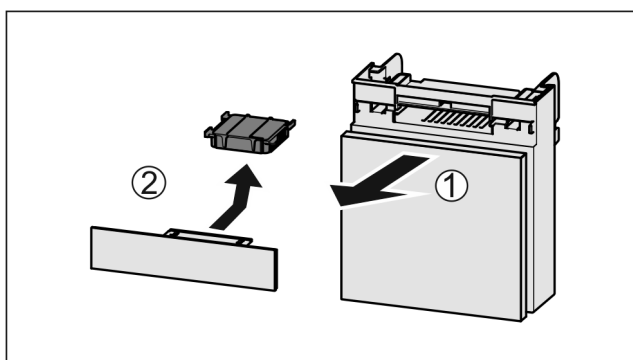

Fig. 56
- ▶ Estrarre il vano tirando in avanti Fig. 56 (1).
- ▶ Rimuovere il filtro a carboni attivi Fig. 56 (2).